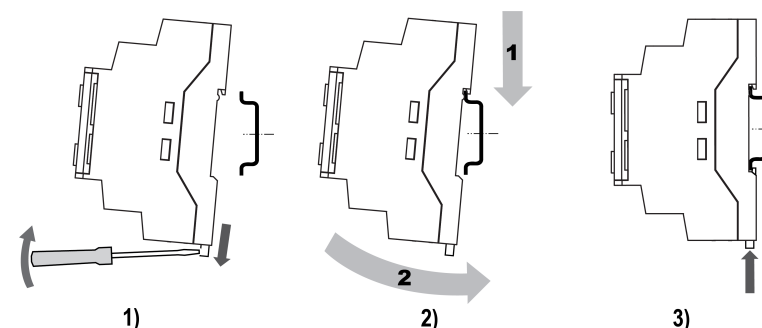

Рисунок 4.2 – Монтаж и демонтаж прибора
2. Вставив отвертку в проушину, оттянуть защелку (см. рисунок 4.2, 1).
3. Прибор прижать к DIN-рейке (см. рисунок 4.2, 2). Отверткой вернуть защелку в исходное положение (см. рисунок 4.2, 3).